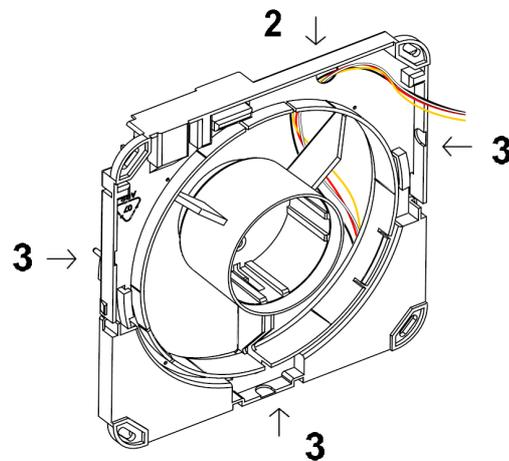

Fig.7 Inserimento cavi
Fratturare l'imposta prevista per il passaggio collegamenti (2), nel caso di collegamenti esterni non sotto traccia fratturare le zone previste (3) sia sul portamotore che sul coperchio (fig.7).